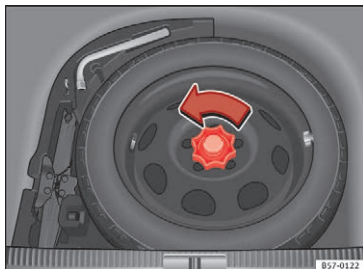

Fig. 228 Nødhjul: bundplade, der er klappet op
- Drej håndhjulet ud mod uret » **Fig. 228**.